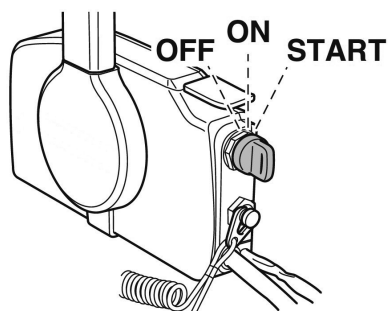

Рис. 26 Положения ключа зажигания
Система зажигания управляется ключом зажигания. Положения ключа зажигания показаны на Рис. 26.
1. Переведите ключ зажигания в положение OFF (Рис. 26). Двигатель должен остановиться.